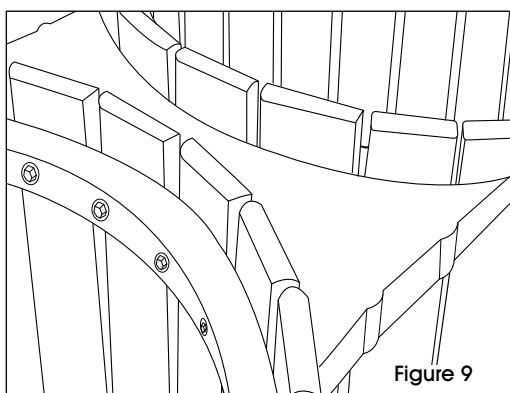

Figure 9
13. Faites glisser les planchettes dans leur position initiale et rapprochez les récipients pour maintenir fermement les planchettes. Fixez le connecteur au second récipient en répétant l'étape 9 et en commençant par l'anneau du haut. (Voir Figure 9)